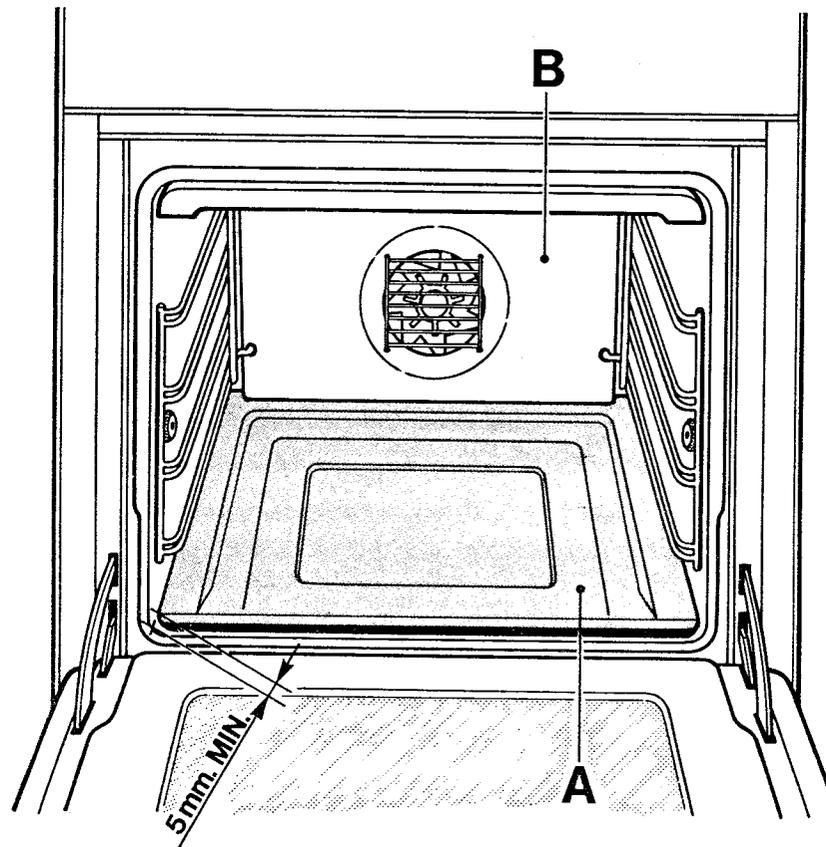

Fig. 4
Note: In order to avoid any impediment to the complete closure of the door, check for a proper insertion of the lower pan (pos. A, fig. 4), i.e. it must be fitted under the deflector edge (pos. B, fig. 4) and completely pushed to the back so that the distance between the pan front edge and the inner front step is not less than 5 mm. Any time you clean the pan, check for a proper reinsertion.
N.B. - Pour éviter tout empêchement à la fermeture complète de la porte, contrôler que la lèchefrite inférieure (pos. A - Fig. 4) soit insérée de façon correcte, c'est à dire placée sous le bord du déflecteur (pos. B Fig. 4) et poussée à fond de façon d'avoir une distance non inférieure à 5 mm. entre le bord avant de la lèchefrite et le gradin interne de la façade.
N.B. - Per evitare qualsiasi impedimento alla chiusura completa della porta, controllare: che la bacinella inferiore (pos. A fig. 4) sia inserita in modo esatto cioè alloggiata sotto il bordo del deflettore (pos. B - fig. 4) e spinta a fondo in modo di avere una distanza non inferiore ai 5 mm. tra il bordo anteriore della bacinella e lo scalino interno della facciata.